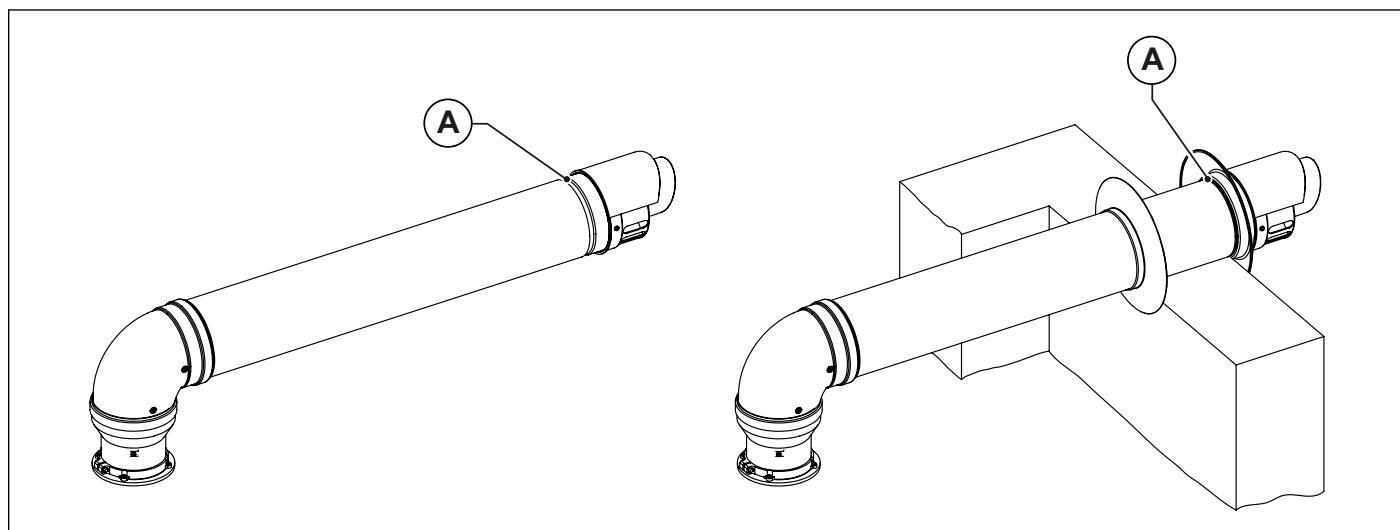

Fig. 15 Instalação dos terminais de parede
Os terminais de aspiração do ar e descarga dos fumos, separados ou coaxiais, na parte final são dotados de um canal (A) para a fixação do florão externo (veja Fig. 15 Instalação dos terminais de parede).